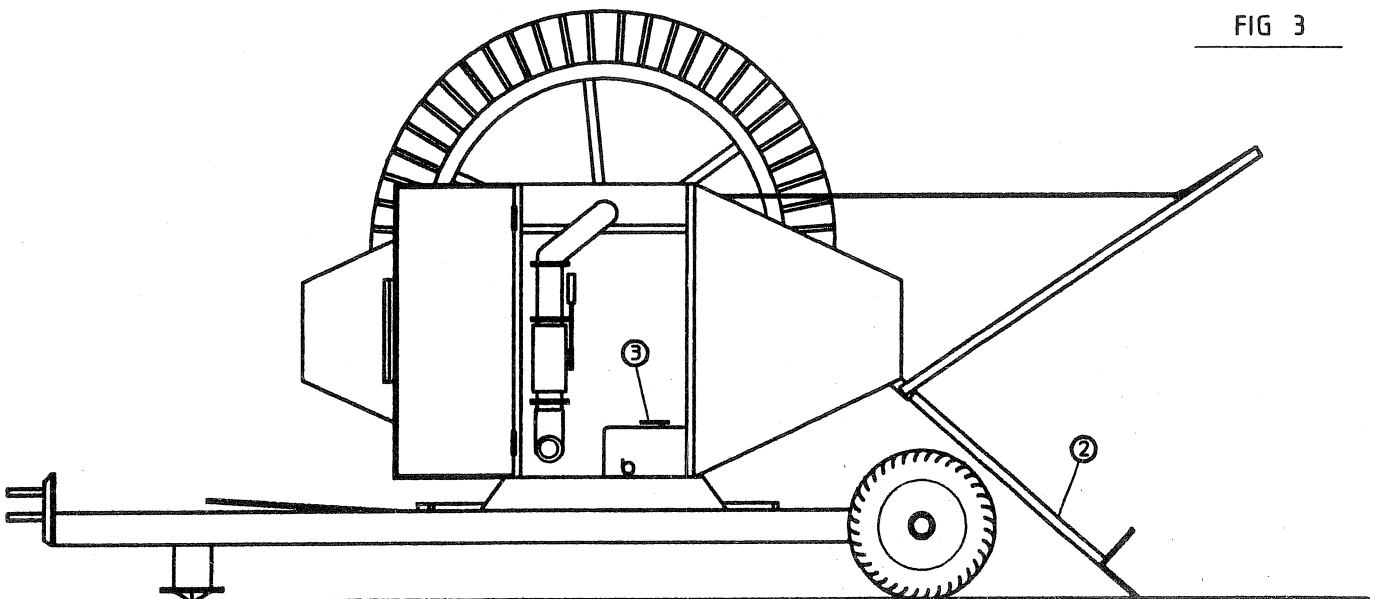

FIG 3
*6 Mettre le levier d'embrayage du réducteur sur la position "0" (point mort) (fig 3, pos 3)